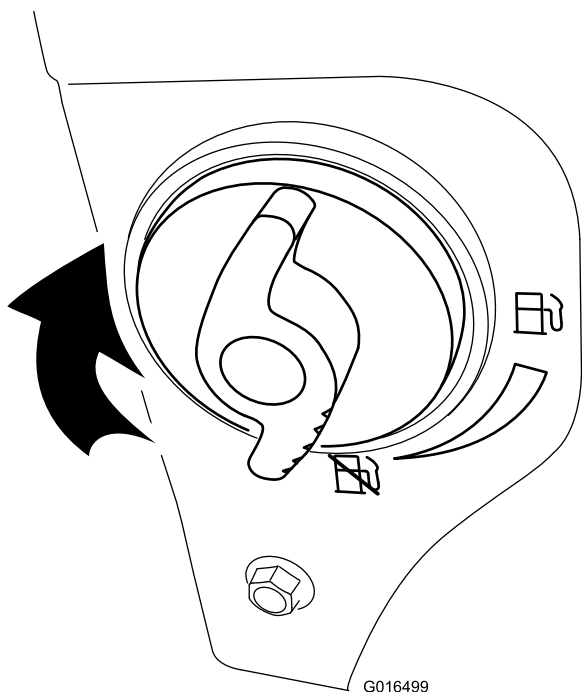

Bild 31
4. Schließen Sie den Kraftstoffhahn durch Drehen nach rechts (Bild 31).